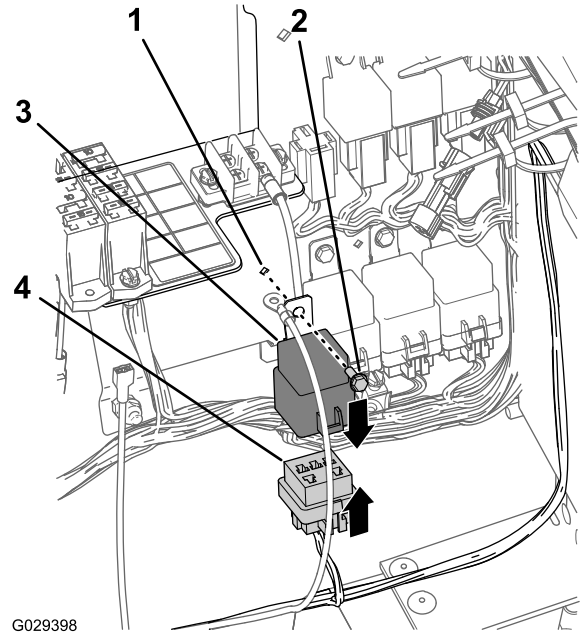

Figura 18
1. En el ramal del compartimiento del motor de 197 cm del arnés de cables, alinee el relé con el conector de 5 tomas del arnés de cables para el kit de acabado (Figura 18).
2. Inserte las clavijas del relé en las tomas del conector (Figura 18).
3. Alinee el taladro de la pletina de montaje del relé con el taladro del panel de cables (Figura 18).
4. Sujete el relé al panel (Figura 18) con el perno con arandela prensada (10-24 x 1/2").